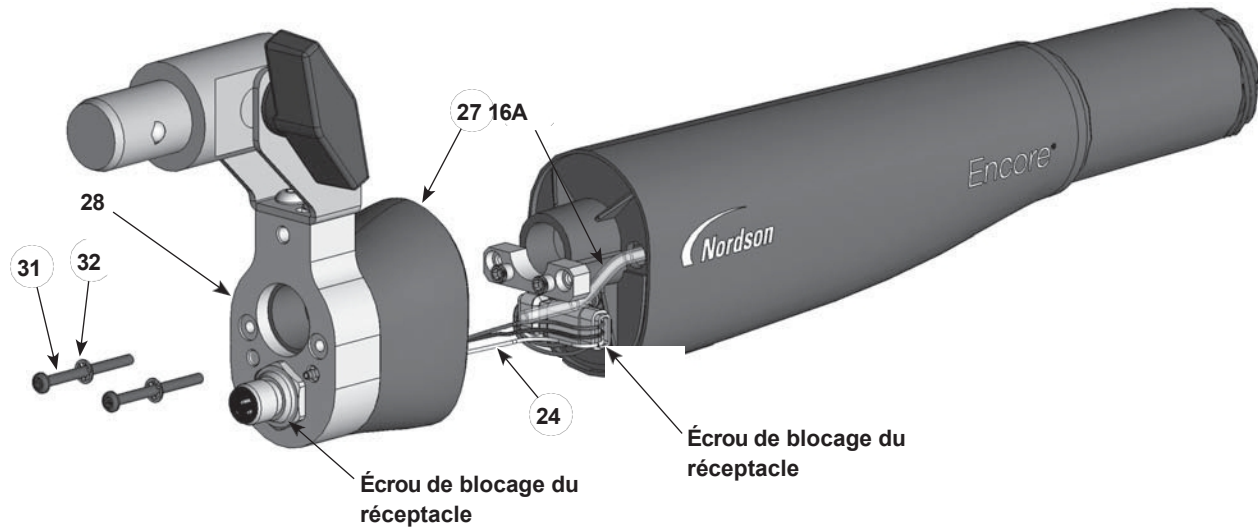

Figure 16 Démontage de l'embout du pistolet - Remplacement du tube à poudre
3. Voir la figure 16. Dévissez et retirez les deux vis cruciformes (31) et les rondelles frein dentées internes (32) de l'embout (28).
- c. Voir la figure 16. Dévissez l'écrou de blocage du réceptacle, puis retirez le réceptacle et le faisceau du capuchon d'extrémité.
17. Voir la figure 16. Installez le capuchon d'extrémité et l'ensemble du corps arrière du pistolet sur le corps du pistolet, en veillant à ne pas pincer les fils du faisceau.